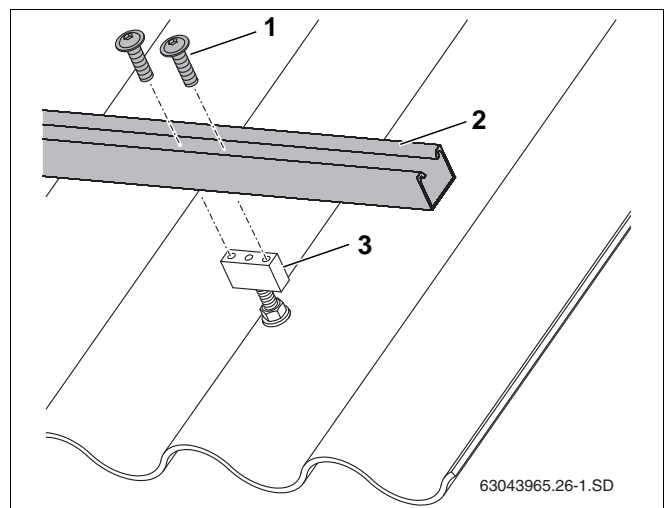

Fig. 25 Fastgøring af profilskinnen på holder
- Fastgør profilskinnerne (fig. 25, **pos. 2**) med hver to skruer (fig. 25, **pos. 1**).